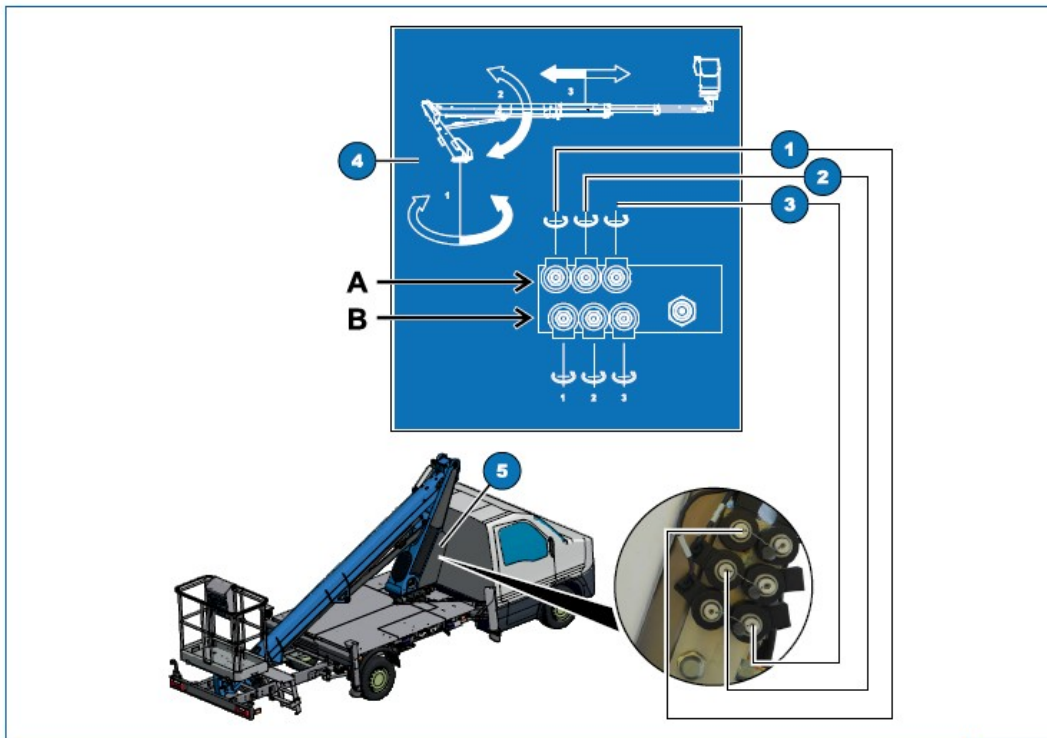

Fig. 7.5
- 6) Coborâți platforma la sol urmând instrucțiunile prezentate în diagrama de pe etichetă (Fig. 7.5, 4) sub protecție (Fig. 7.5, 5):
- B) Slăbiți butonul superior al supapei, aferent turelei (Fig. 7.5, 1A) pentru a roti turela în sens anti-orar sau slăbiți butonul inferior (Fig. 7.5, 1B) pentru a roti turela în sens orar. După terminarea manevrei, strângeți supapa (Fig. 7.5, 1A or 1B)
- C) Slăbiți butonul superior al supapei, aferent ridicării brațului telescopic (Fig. 7.5, 2A) pentru a coborî brațul telescopic sau slăbiți butonul inferior (Fig. 7.5, 2B) pentru a ridica brațul telescopic. După terminarea manevrei, strângeți supapa (Fig. 7.5, 2A or 2B)
- D) Slăbiți butonul superior al supapei aferent extinderii brațului telescopic (Fig. 7.5, 3A) pentru a retrage extensia sau slăbiți butonul inferior 3B pentru a întinde extensia. După terminarea manevrei, strângeți supapa (Fig. 7.5, 3A or 3B)